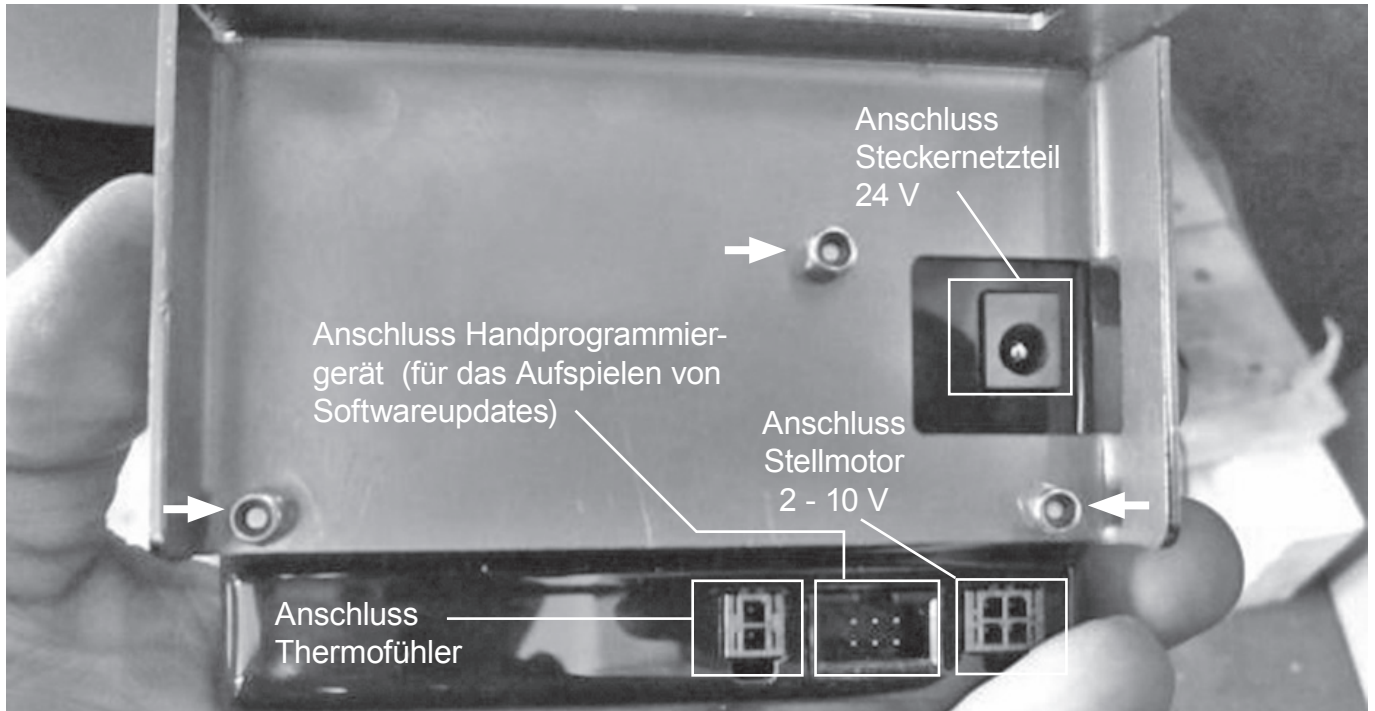

Abb. 9
Das **Steuergerät ORANIER OrKa-Control (1)** auf das **Halteblech (2)** stecken und mit 3 **selbstsichernden Muttern M3 (3)** befestigen. Stecker des **NiCr-Ni-Temperaturfühlers (6)**, des **Stellmotors (7)** und des **Steckernetzteils (5)** in die entsprechenden Anschlussbuchsen an der Rückseite des Steuergerätes einstecken. Die Anschlussbuchsen sind eindeutig ausgeführt und nicht zu verwechseln (Abb. 9).